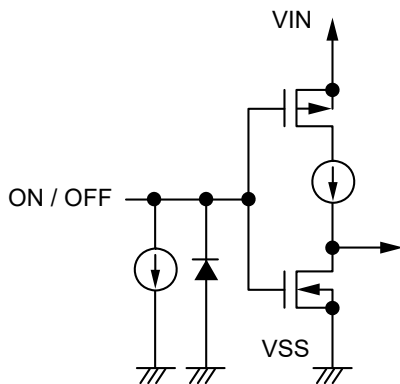
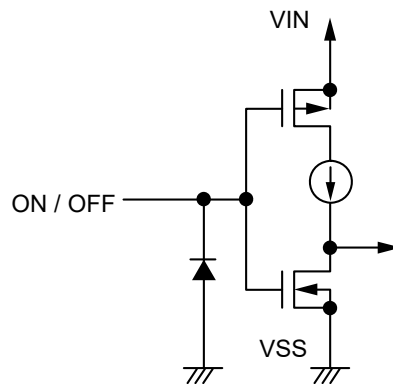

图19 S-13R1系列A / C型
图20 S-13R1系列B / D型
ON / OFF端子的结构如图19、图20所示。
*1. 将ON / OFF端子连接到VIN端子上进行工作时，S-13R1系列A / C型产品的消耗电流中，流入0.1 μ A (典型值) 恒定电流的电流量会增多，务请注意 (请参阅图19)。